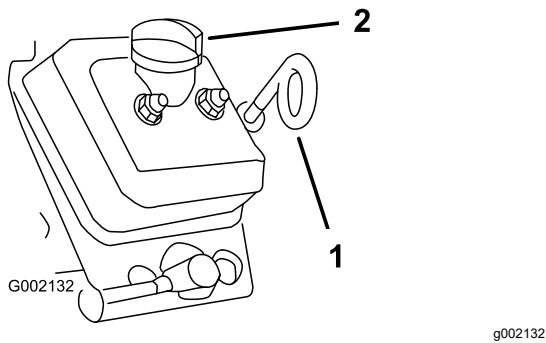

Bild 20
3. Reinigen Sie den Bereich um den Ölpeilstab und Fülldeckel (**Bild 20**), damit kein Schmutz in Peilstabrohr oder Füllstutzen gelangen und den Motor beschädigen kann.
4. Schrauben Sie den Ölpeilstab los und wischen das Ende ab (Bild 20).
5. Stecken Sie den Ölpeilstab vollständig in das Peilstabrohr (Bild 20).
8. Setzen Sie den Fülldeckel auf (Bild 20).
9. Stecken Sie den Ölpeilstab vollständig ein (Bild 20).